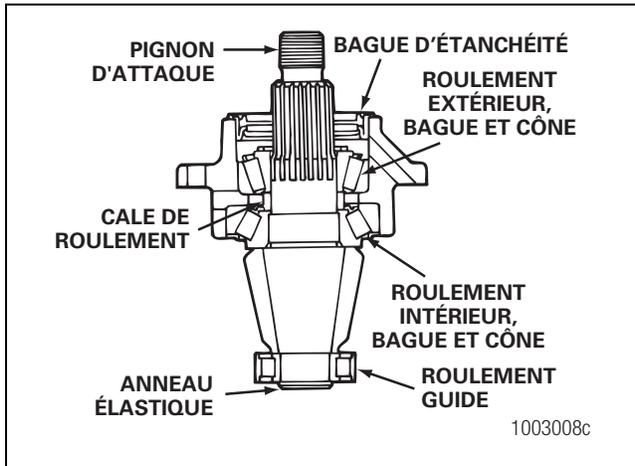
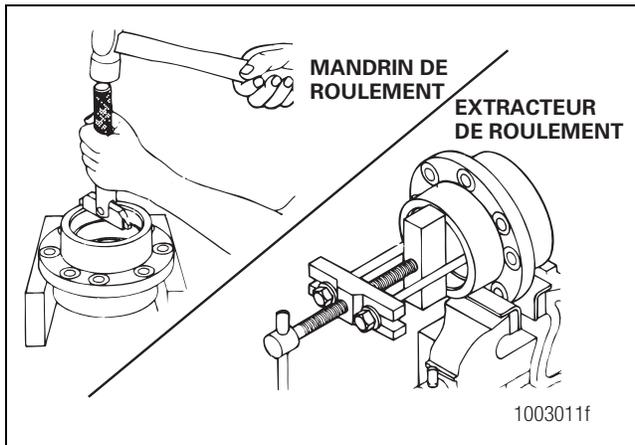

Figure 3.28
Figure 3.29
5. Si les roulements de pignon d'attaque sont remplacés, chasser les bagues des roulements intérieur et extérieur de l'alésage du logement de roulements. Figure 3.28. Utiliser une presse et un manchon, un extracteur de roulement ou un petit marteau. Le type d'outil utilisé dépend de la conception du logement de roulements. Figure 3.29.